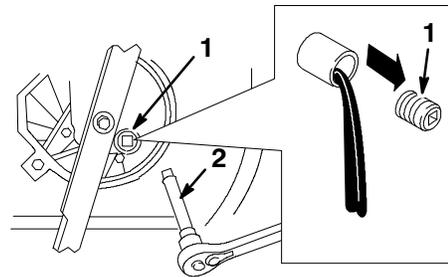

Figure 25
5. Enlevez le bouchon de vidange, remettez la tondeuse dans sa position normale de fonctionnement et laissez l'huile s'écouler dans le bac de vidange (Fig. 25).